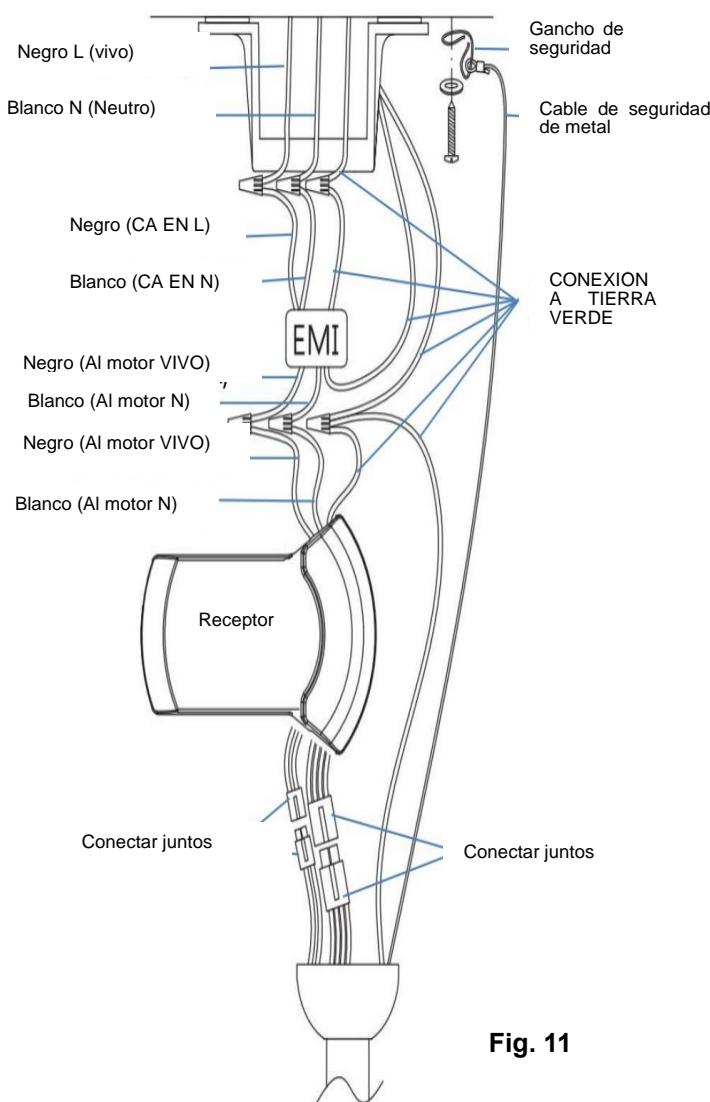

Fig. 11
- Complete el cableado eléctrico según la sección de “DIAGRAMA DE CABLEADO ELÉCTRICO” a continuación. (Fig.11)
2. Conecte el cable vivo de suministro eléctrico del hogar (negro) al cable de entrada del filtro EMI (negro, AC IN L) como se muestra en la (**Fig. 11**)